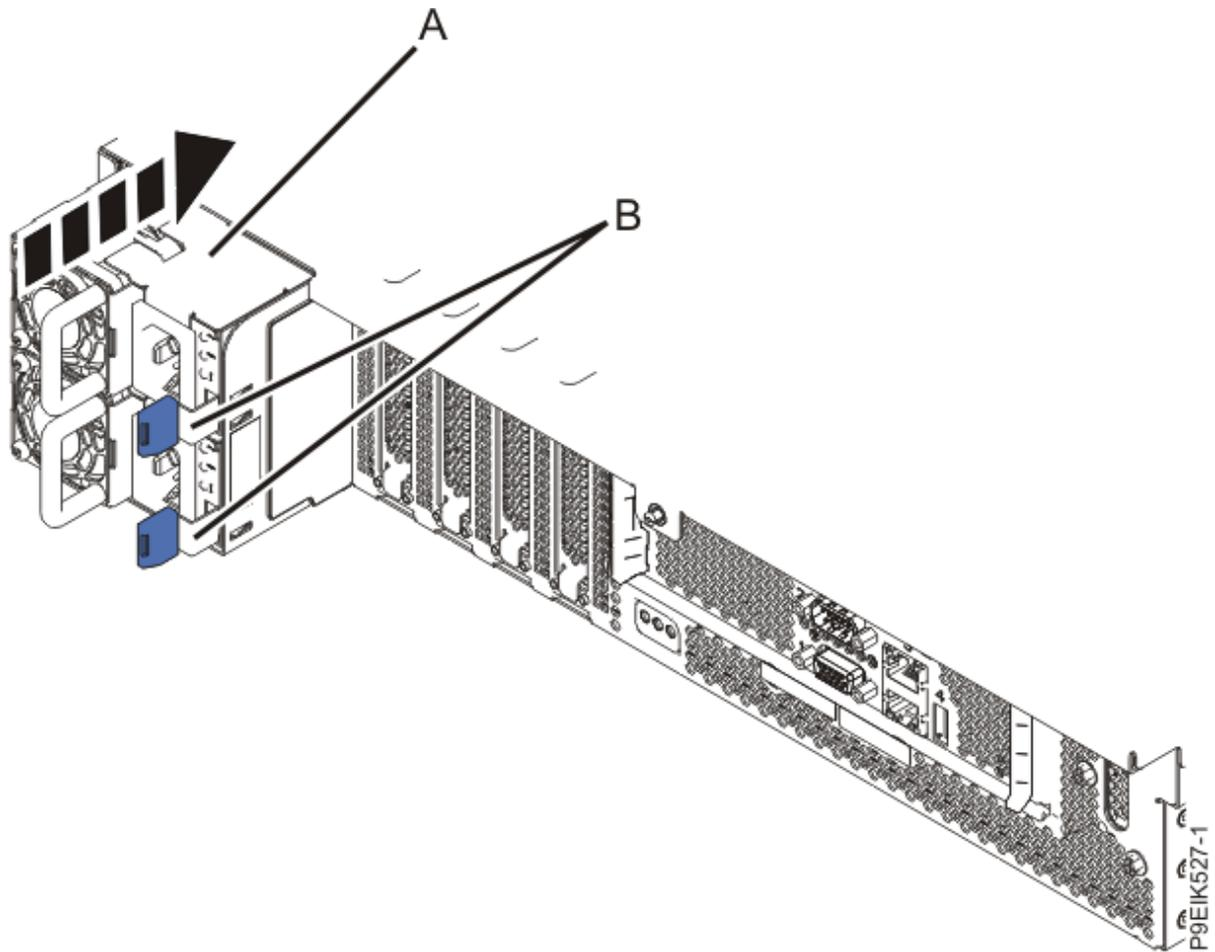

図 59. システムの電源装置の取り替え
4. 101 ページの図 59 に示すように、電源装置を再取り付けします。